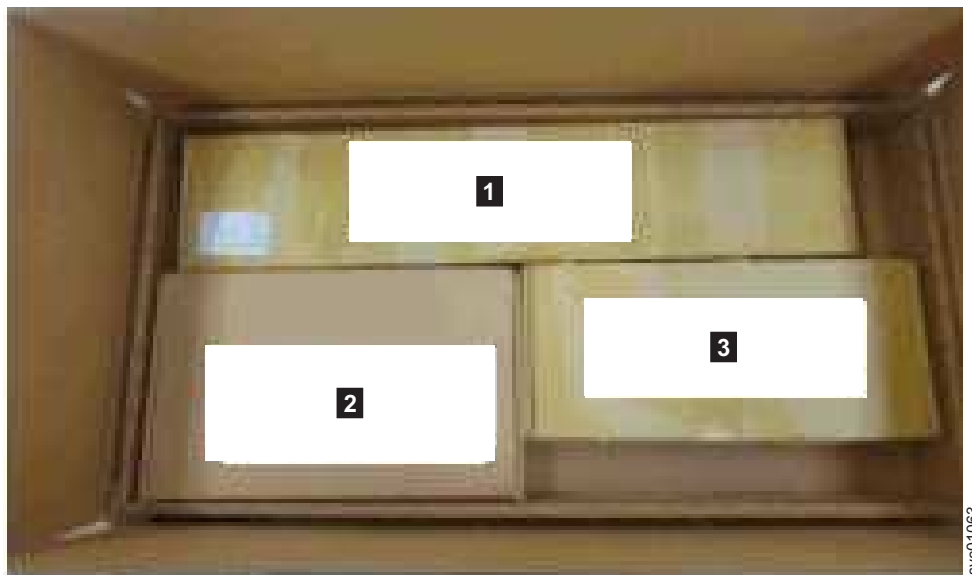

Рисунок 49. Лоток, содержащий компоненты корпуса расширения
Корпус расширения 2145-92F вместе с большинством компонентов поставляются в одной большой коробке. На корпусе расположен лоток, содержащий переднюю панель (1U и 4U), кабельный кронштейн (CMA) и комплект направляющих; эти компоненты необходимо установить. На рис. 49 на стр. 58 показана транспортировочная упаковка корпуса.
6. Извлеките из коробки комплект направляющих (**1** на рис. 49 на стр. 58).
17. Извлеките кабельный кронштейн из упаковки ( **2** на рис. 49 на стр. 58).